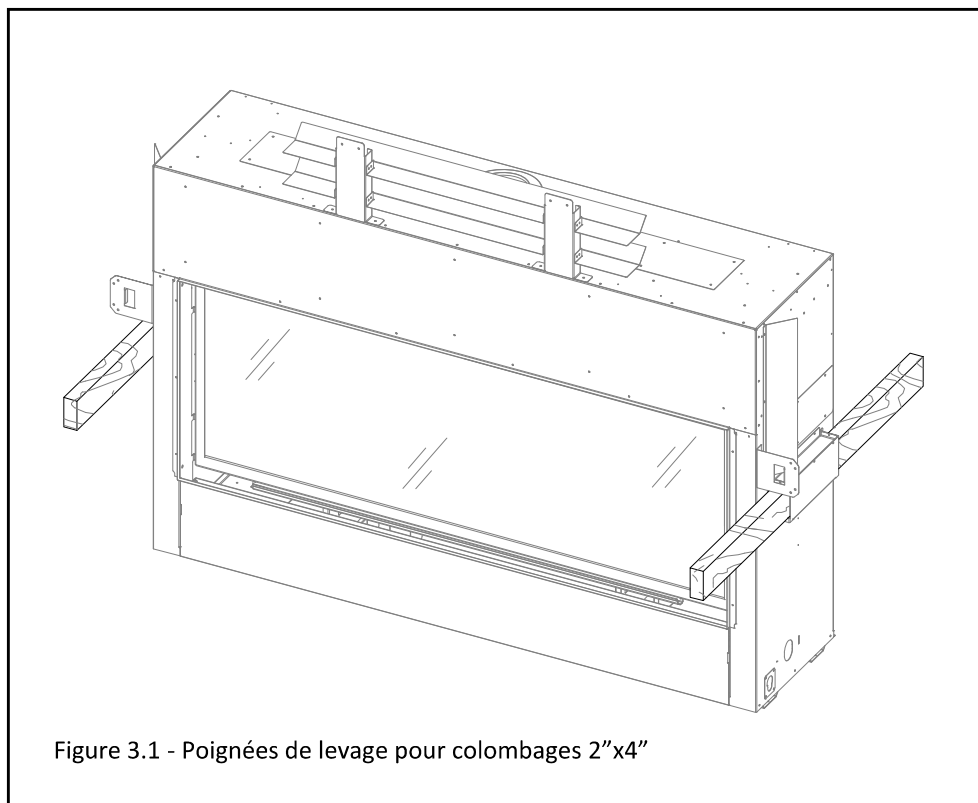

Figure 3.1 - Poignées de levage pour colombages 2"x4"
Les deux côtés de l'appareil sont munis de poignées de levage permettant de le lever avec les mains (aucun bord coupant) ou d'y insérer un colombage 2" x 4", tel que montré à la FIGURE 3.1.
2. Fixez les étagères de dégagement supérieures avec (4) vis sur le dessus du foyer, tel que montré à la Figure 3.1.
4. Fixez les écrans thermiques horizontaux aux étagères de dégagement supérieures avec les (8) vis, tel que montré à la Figure 3.1.